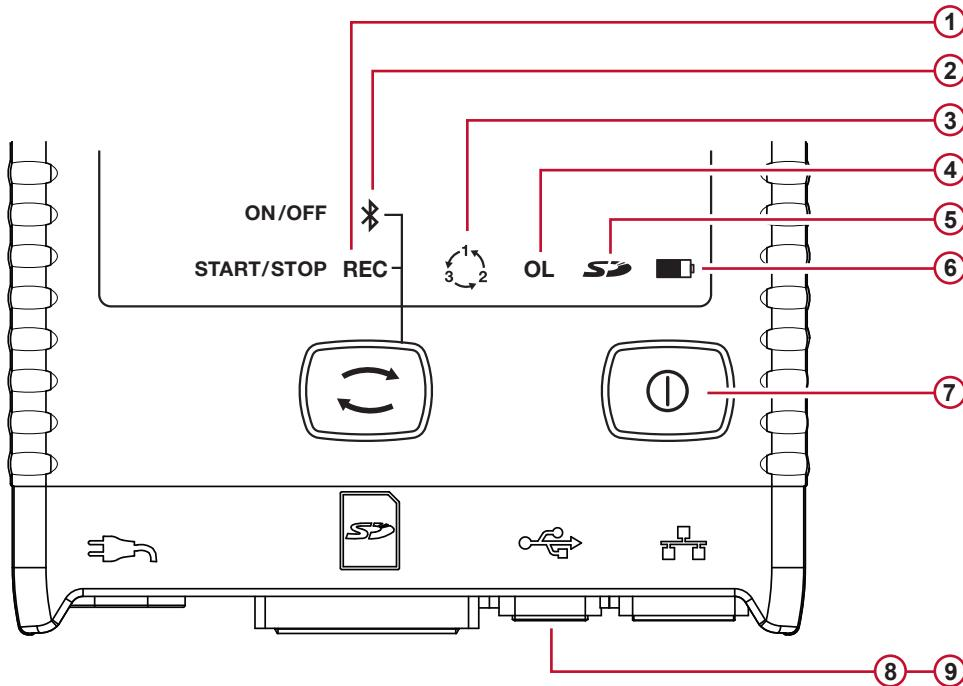

Figure 10
- Appuyez sur le bouton **Sélection** (C) pour lancer ou arrêter une session d'enregistrement et pour activer ou désactiver la liaison Bluetooth.
- Le voyants REC vert (n° 1 sur la Figure 10) s'allume 3 s et Bluetooth bleu (n° 2 sur la Figure 10) s'allument successivement pendant 3 secondes chacun. Pendant que chacun de ces boutons est allumé, vous pouvez définir leur fonction de la manière indiquée ci-dessous.